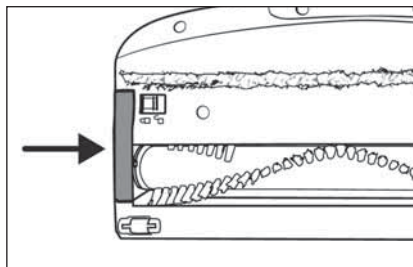

Fig. 29
- 6) Sæt børsterulleholderen 20 ind i gulvbørsten 22 igen. Tryk den ned, indtil den klikker hørbart på plads i gulvbørsten 22 (se fig. 29).